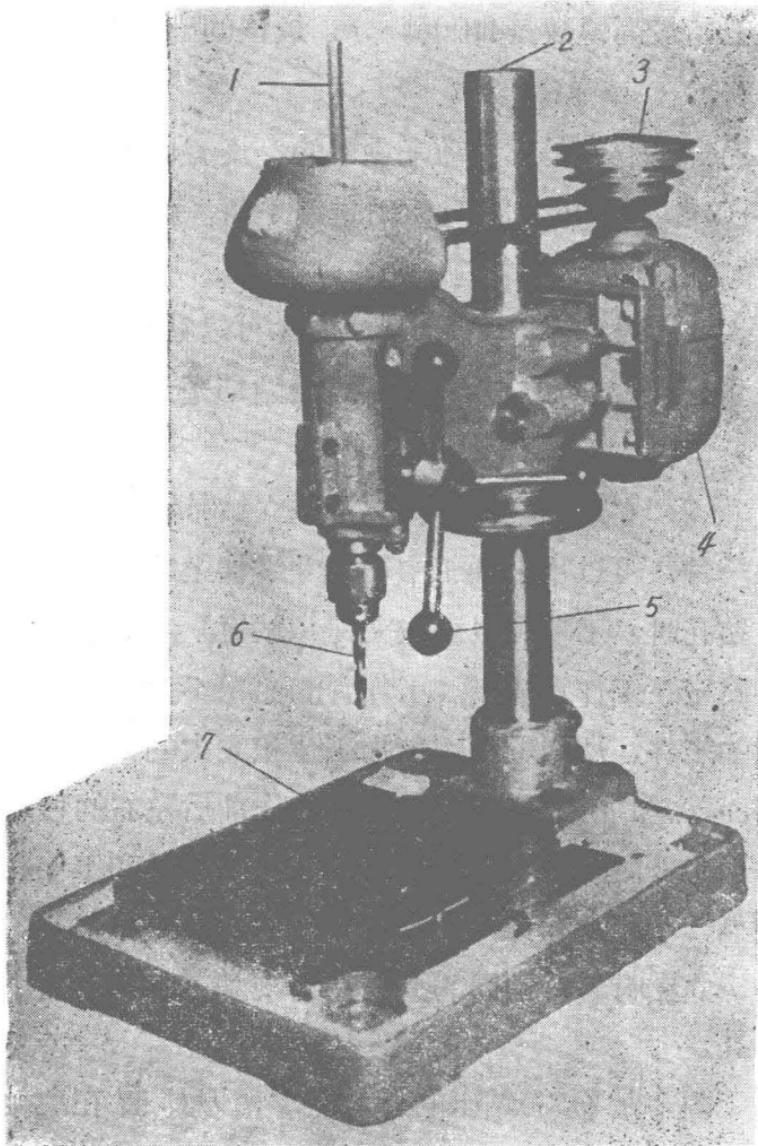

图 2 Z 512型台钻
1. 台式钻床：这种钻床如图2所示，結構簡單，体积小，常常固定在桌上使用，所以叫做台钻。它专门用来加工小零件上的小孔，工作起来很方便。